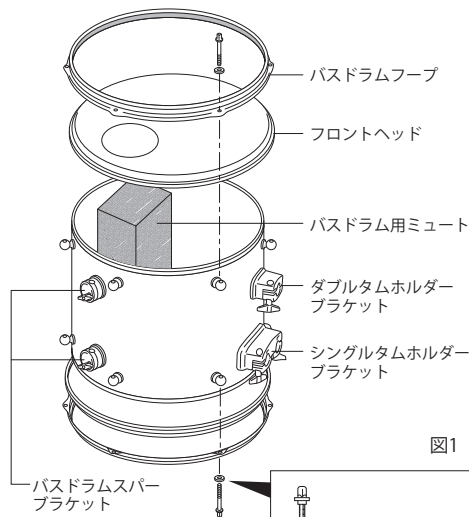

図1
1. バスドラムのフロント側(ダブルタムホルダー・ブラケットの方)を上にしてシェルを床に置き、ホールカットされた(穴の開いた)ヘッド(B)をかぶせ、バスドラム・フープ(C)をのせます(図1)。
3. バスドラムの打面側を上にして、バスドラム用ミュート(D)を入れ、フロント側と同様、ヘッド、フープを取り付け、テンションボルトをフープを通してラグのラグナットにネジ込みます(図1)。